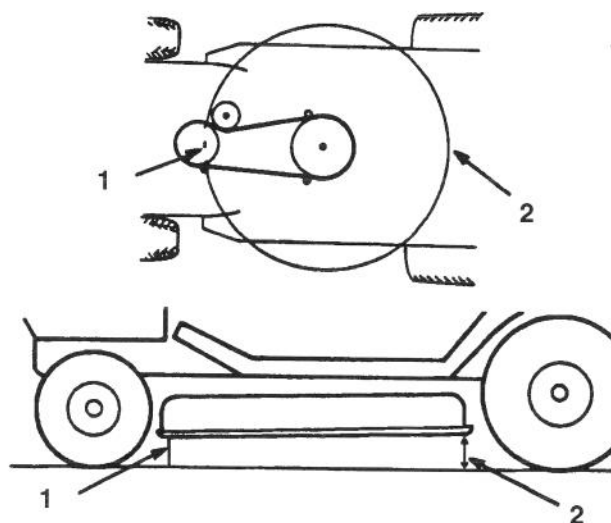

Bild 50
5. Die vorne-hinten-Neigung wird durch Messen des Abstandes zwischen der Mähwerkunterseite (Mitte vorne und hinten) und der flachen Standfläche festgestellt (Bild 50). Wenn die Vorderseite des Mähwerks mehr als 15,875mm tiefer als die Rückseite steht, ist eine Einstellung erforderlich; siehe Schritte 6–15.